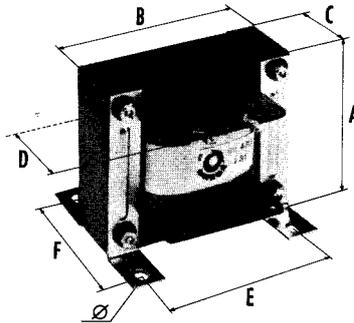

Fig. 2
- à équerres (figure 2) le modèle peut être livré nu à encastrer.